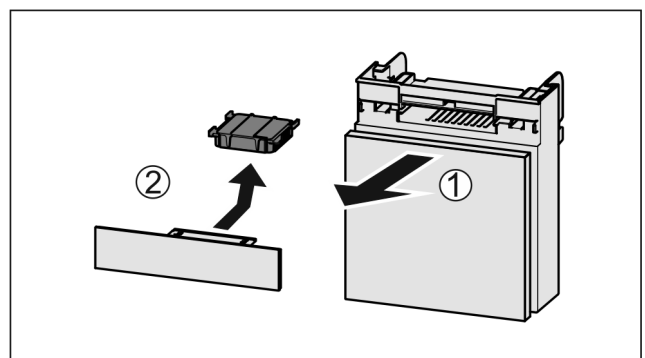

Fig. 100
- Fach nach vorne herausziehen Fig. 100 (1).
- Aktivkohlefilter entnehmen Fig. 100 (2).